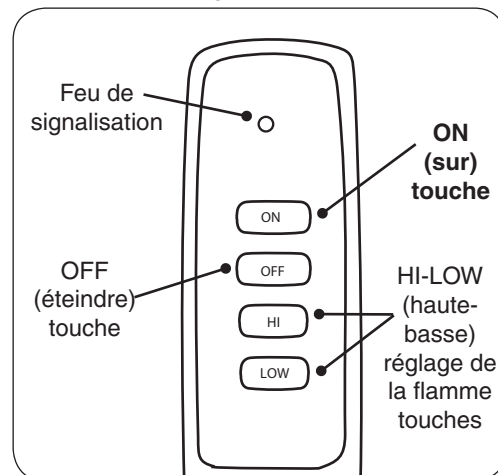

Fig. 36-3 Détail de la télécommande
3. Localisez la télécommande et appuyez sur la touche **ON** (voir Fig. 36-3). Le système émettra un bip et la séquence d'allumage commencera.